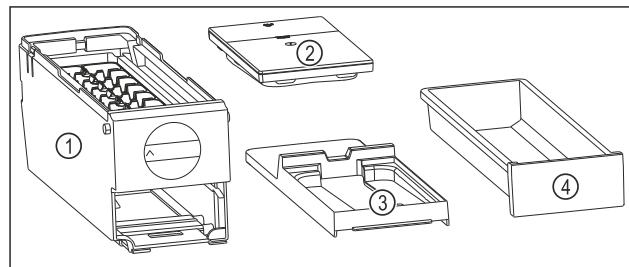

Fig. 84 Sastavni dijelovi sustava EasyTwist-Ice
- EasyTwist-Ice je rastavljen u četiri dijela. (pogledajte Fig. 84)
- Sustav EasyTwist-Ice rastavite samo u dijelove prikazane slikom. (pogledajte Fig. 84)
- Tijelo sustava EasyTwist-Ice Fig. 84 (1) čistite kao cjelinu.